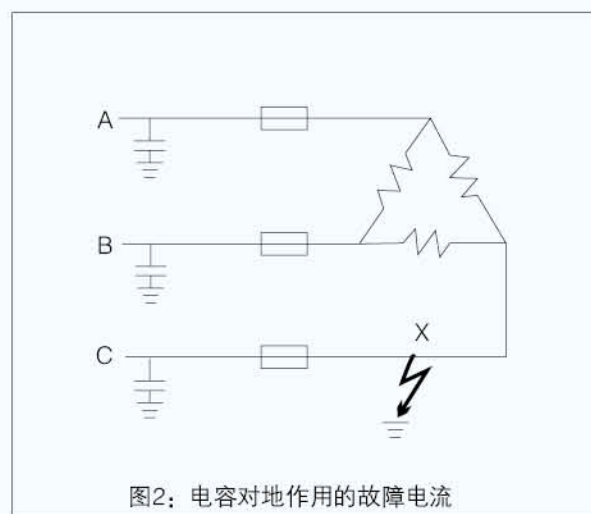

图2：电容对地作用的故障电流
- ⊙ 当故障电流较小时，如在中性点不接地的电力系统中，发生有接地故障电流(见图 2)，应选择最小开断电流尽可能低的熔断器。因为 X 点对地短路，A、B 相的电容与其将构成一个回路，使这相熔断器承担了 A、B 两相容性电流(与负载电流重叠)、其电流为每相正常充电电流的 3 倍，这个电流可能持续相当长时间才使熔断器动作，如果熔断器没有撞击器使开关脱扣，则希望在这种应用条件下可选择一般熔断器或全范围熔断器。